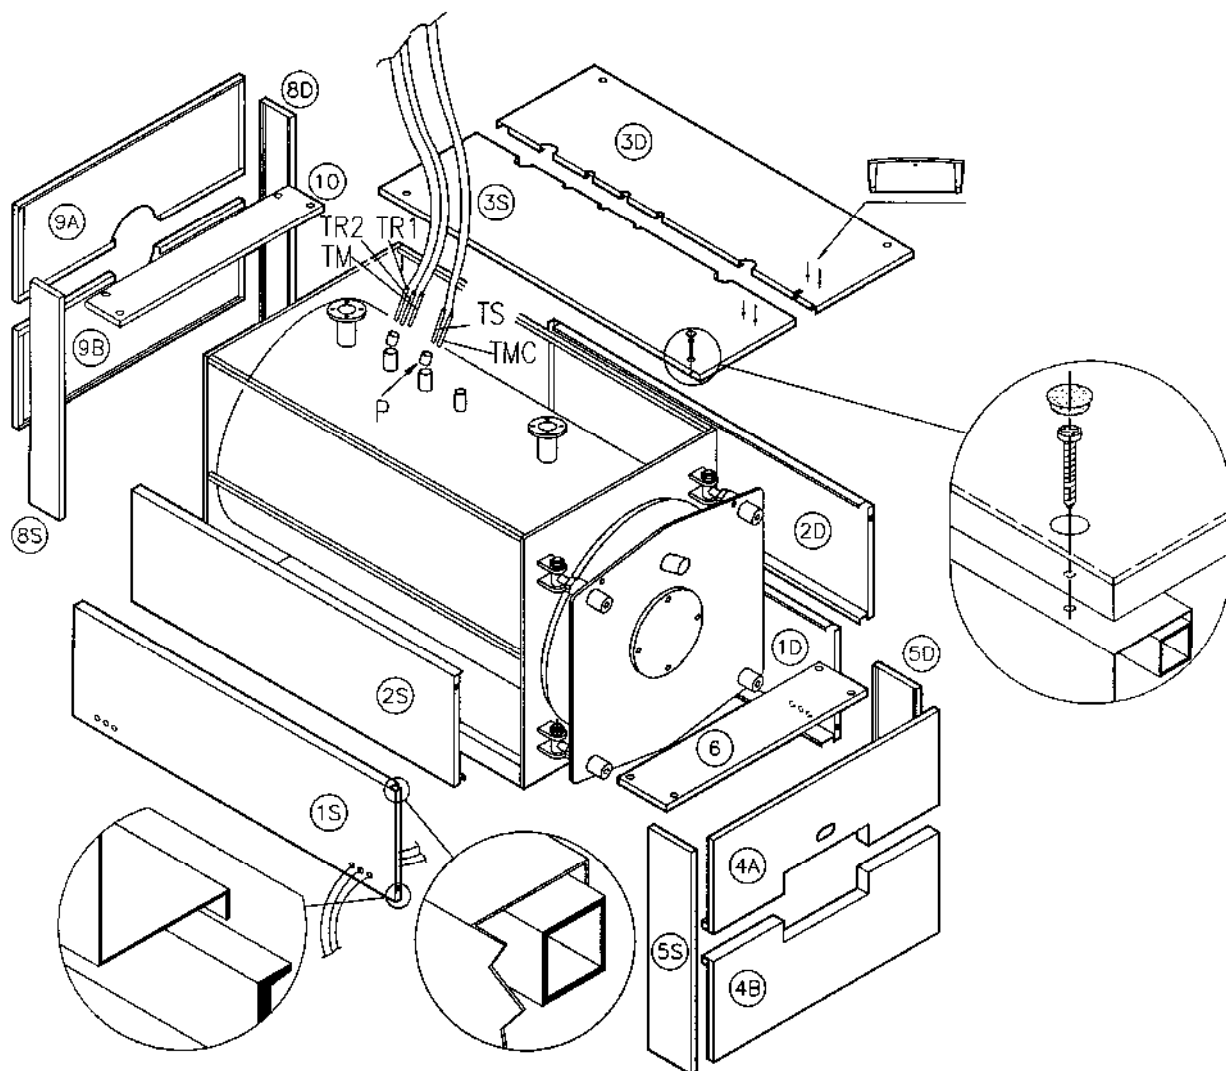

Рис. 9
4.3 ОБШИВКА КОТЛА REX/REX К 50÷130 (Рис. 9)
- a) Обернуть стекловатой корпус котла, оставляя свободными зумпфы для колб (P), расположенные на правой стороне.
- d) Установить верхнюю панель (3S) на котел; зафиксировать на ней панель управления; размотать капилляры термостатов и термометра и вставить их колбы в зумпфы (P).
- f) Установить панели (5S) и (5D), прикрепив их к боковым панелям при помощи скоб; соединить передние панели (4B) и (4A), прикрепив их к панелям (5S) и (5D). Закреть обшивку двери верхней панелью (6), закрепив ее винтами и закрыв отверстия заглушками (см. рисунок 9).
- g) Установить панели (8S) и (8D), прикрепляя их к боковым панелям при помощи скоб. Установить задние панели (9B) и (9A), прикрепив их к панелям (8S) и (8D); закрыть обшивку дымохода верхней панелью (10), закрепив ее винтами и закрыв отверстия заглушками.